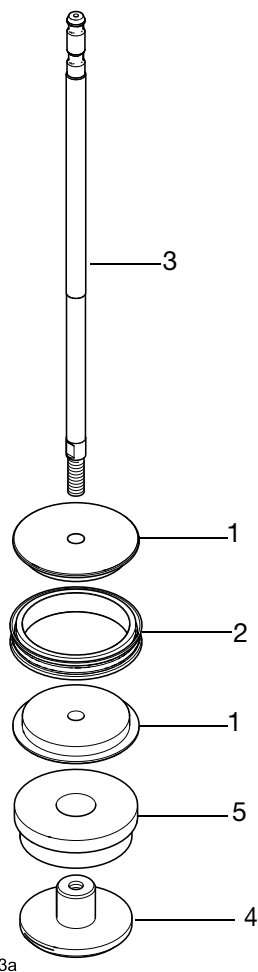

FIG. 5. Démontage ou assemblage du piston
Consultez la FIG. 5, page 10.
1. Placez les rondelles d'arrêt du piston (1) autour du joint de piston (2) et clipsez-les ensemble. Consultez la FIG. 5.
2. Appliquez du produit très résistant (rouge) Loctite® 268, 263 ou 2760 sur les filetages du diamètre extérieur de la tige, en appliquant 360° autour du filetage. Vissez la tige (3) à travers le piston (1) et l'entretoise (5) dans l'écrou du piston (4). Serrez l'écrou du piston (4) à un couple de 129-135 N•m. Le produit d'étanchéité doit pouvoir durcir au moins 12 heures avant utilisation.